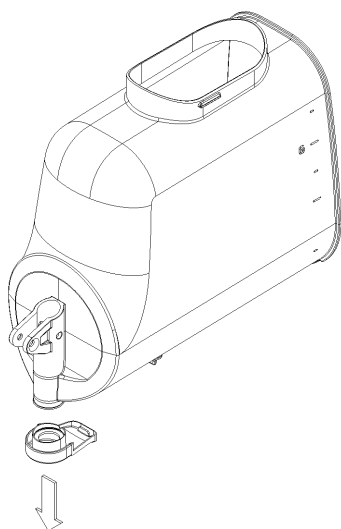

figure 8
- 7 Enlever le réducteur de débit du bac (voir figure 8).